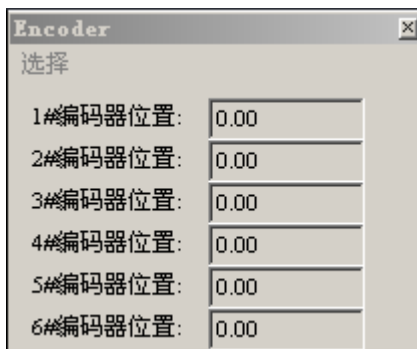

图 4-14 编码器模块对话框
- (1) 轴通道编码器测试需要按照轴信号定义正确连接电机的编码器输入信号;
- (2) 在 MCT2008 软件主界面点击菜单“视图”->“编码器”, 将会弹出编码器模块对话框, 如图 4-14 所示;